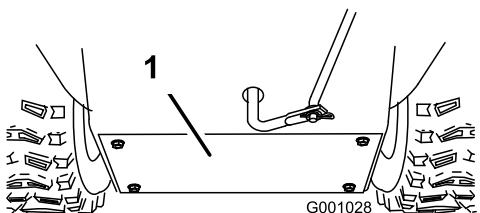

Figure 54
3. Déposez le couvercle arrière (Figure 54).